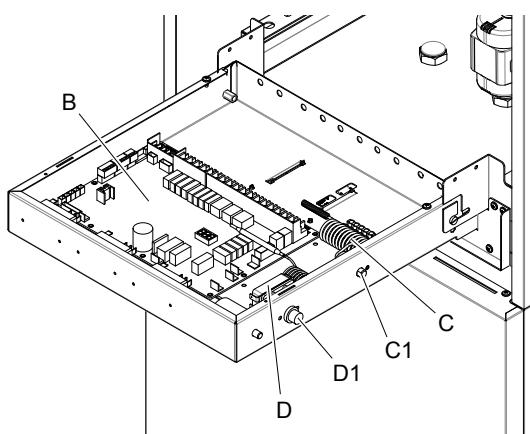

fig. 20 - vista interna del quadro elettrico
- B** Scheda idronica elettronica (fig. 20)
- C** Protezione termica di sicurezza per resistenza elettrica monofase con pulsante di riamm. manuale (part. C1 fig. 20)
- D** Protezione termica di sicurezza per resistenza elettrica trifase con pulsante di riamm. manuale (part. D1 fig. 20)